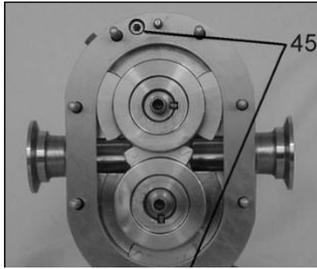

Ilustración 37. Ubicación de los tornillos
1. Retire los dos tornillos de retención del cuerpo (Ilustración 37, elemento 45).